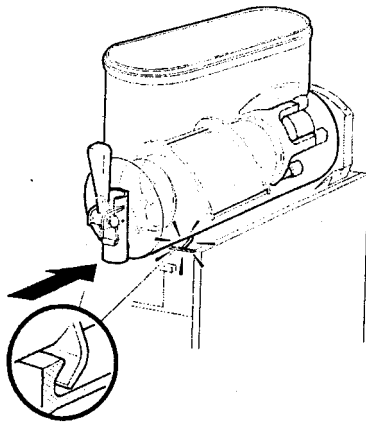

рис.17
- 7-Установите чашу, проталкивая ее к задней стенке до тех пор, пока она плотно не установится на прокладку и передних крепежных крюках (см. рис. 17)